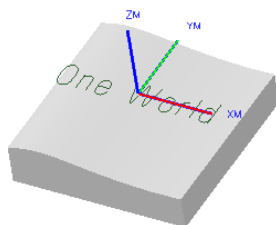

图 4.9.2 创建坐标系
Step3. 单击“CSYS”对话框 **操控器** 区域中的“点对话框”按钮 ，在“点”对话框的 **ZC** 文本框中输入值 2.0，单击 **确定** 按钮，完成图 4.9.2 所示的机床坐标系的创建，然后单击 **确定** 按钮，系统返回到“Mill Orient”对话框。